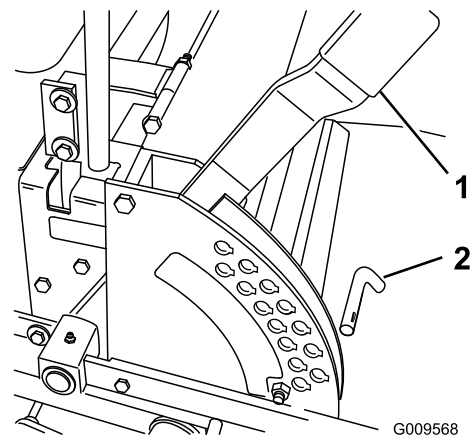

Bild 19
1. Heben Sie den Schnitthöhenhebel in die Transportstellung (entspricht der Schnitthöheneinstellung von 127 mm) (Bild 19).
2. Entfernen Sie den Splint zum Einstellen der Schnitthöhe aus der Schnitthöhenhalterung (Bild 19).
3. Wählen Sie ein Loch in der Schnitthöhenhalterung, das der gewünschten Schnitthöhe entspricht, und stecken Sie den Lastösenbolzen wieder ein (Bild 19).